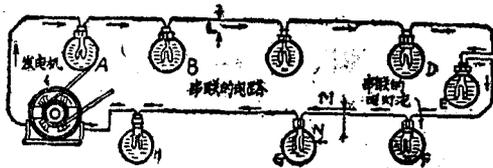

图16 串联电路
⑩串联电路：串联电路是电路组织中二种主要形式的一种，这是二个以上的负荷首尾相接地接到一个共同的电源。在这样的串联电路中，每一个负荷中流过同样数值的电流。图16中各个电灯泡都是一个接一个地串起来的，电流从发电机出来，经过了各个电灯泡后又回到发电机，这样就组成了一个完全地串联电路。